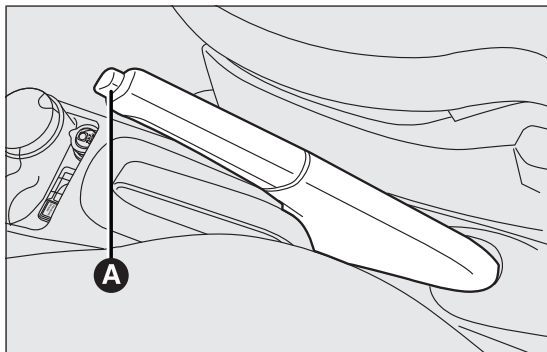

РИС. 109
Рычаг стояночного тормоза РИС. 109 расположен между передними сиденьями.
- немного приподнять рычаг и нажать на кнопку разблокировки А РИС. 109;